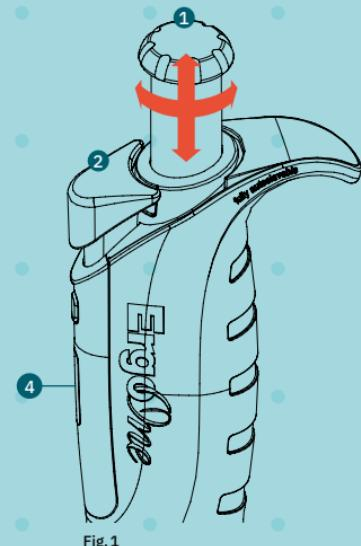

Fig. 1
Suelte el bloqueo del ajuste del volumen tirando del botón de control ①; sonará un clic (Fig. 1). Girando el botón de control en el sentido de las agujas del reloj, se reduce el volumen de aspiración y aumenta cuando se gira en sentido inverso a las agujas del reloj. El volumen ajustado se muestra en el indicador de volumen de cuatro dígitos ④ en la perspectiva de arriba a abajo; la línea blanca indica el punto decimal. Aumentando el volumen, sobrese pase el valor deseado por un tercio de giro. Despues, bajélo despacio hasta el volumen deseado, fíjese que no sobrese pase la marca. Tras finalizar el ajuste del volumen, se bloquea el botón de control ejerciendo presión hacia abajo; de nuevo sonará un clic. La pipeta ya está lista para funcionar.